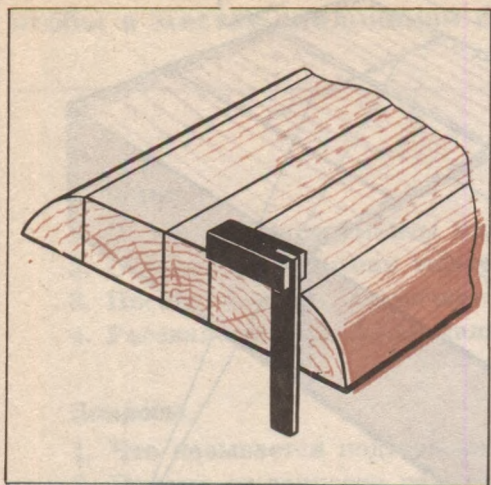

Рис. 132. Разметка необрезной доски для раскроя.
1. Проверить прямоугольность лучшего торца. Провести линию по угольнику (рис. 132).